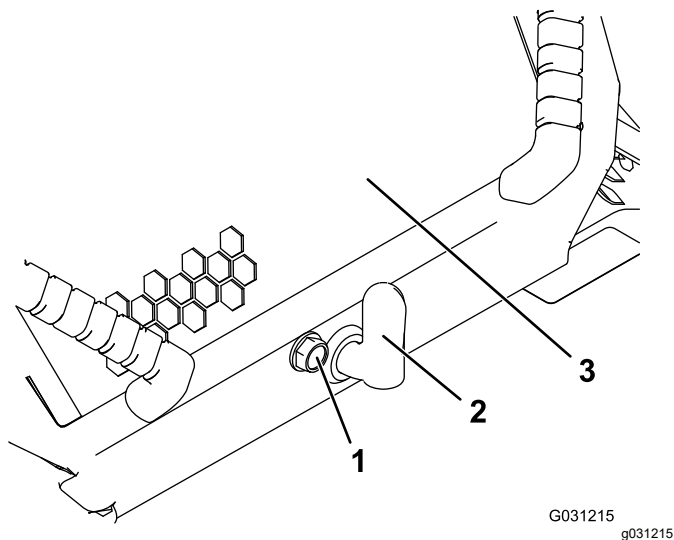

Figure 32
1. Desserrez la vis de verrouillage du capot (Figure 32).
2. Tournez le verrou du capot dans le sens horaire (Figure 32).
3. Soulevez les poignées et relevez le capot (Figure 32).
3. Serrez la vis de verrouillage du capot pour fixer le verrou (Figure 32).